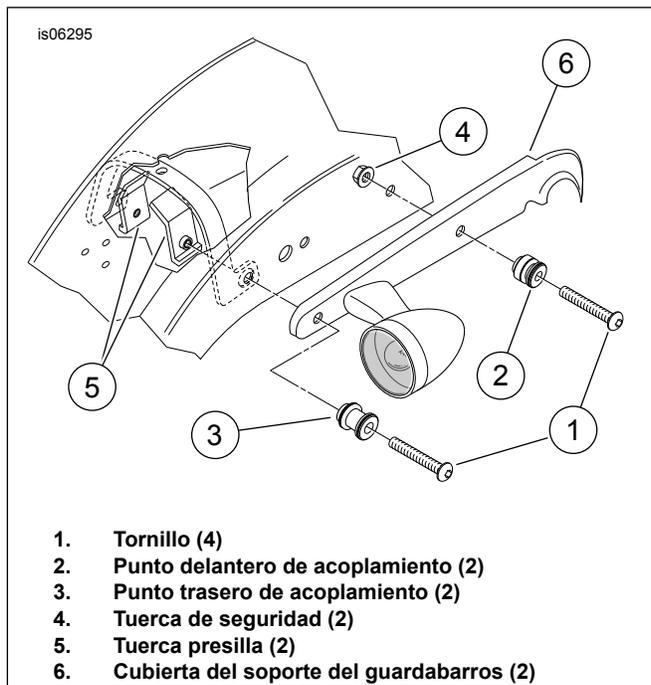

Figura 3. Puntos de acoplamiento: Accesorios rígidos o alforjas solamente
1. Vea Figura 3. Instale el kit de elementos de sujeción de acoplamiento **53529-04** de acuerdo con las instrucciones incluidas en ese kit.